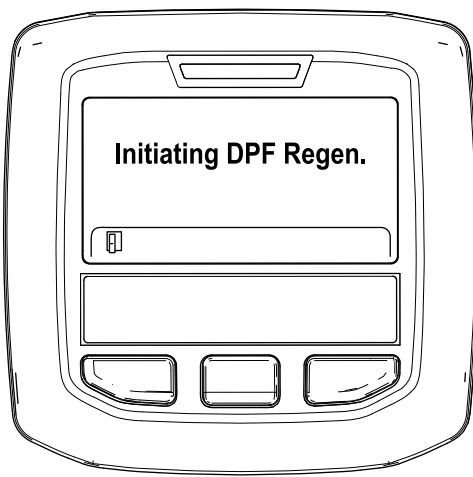

図 48
A. Initiating DPF Regen DPF 再生開始中というメッセージが表示される 図 48。